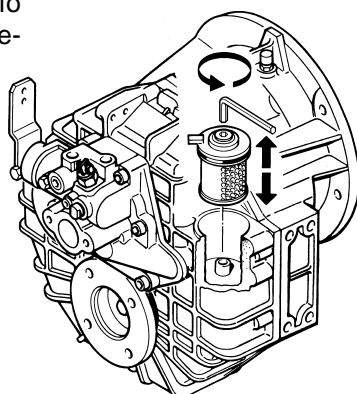

Fig. V-8
2.4.2 Lock the cover in its housing, fixing it in place with the relative Allen screw (fig. V-8) and using a min. 5 Nm (4 ft/lbs) max 8 Nm (6 ft/lbs) driving torque. Check the oil level after a brief period of service.
2.4.2 Bloccare il coperchio nella sua sede fissandolo con la relativa vite a «brugola» (fig. V-8) - coppia di serraggio min 5 Nm, max 8 Nm. Ricontrollare il livello dell'olio dopo un breve periodo di funzionamento.
2.4.2 Bloquer le couvercle à sa place en le fixant par la vis l'Allen (fig. V-8) - couple de serrage min. 5 Nm, max 8 Nm. Verifier encore le niveau de l'huile après une courte période de fonctionnement.
2.4.2 Bloquear la tapa en su alojamiento fijandola con el correspondiente tornillo Allen (Fig. V-8) - par de apriete mín. 5 Nm, máx. 8 Nm. Volver a controlar el nivel de aceite después de un breve periodo de funcionamiento.
2.4.2 Den Deckel mit der Innensechskantschraube befestigen (Bild V-8), Anzugsmoment min. 5 Nm, max 8 Nm. Nach einer kurzen Betriebszeit den Ölstand prüfen.